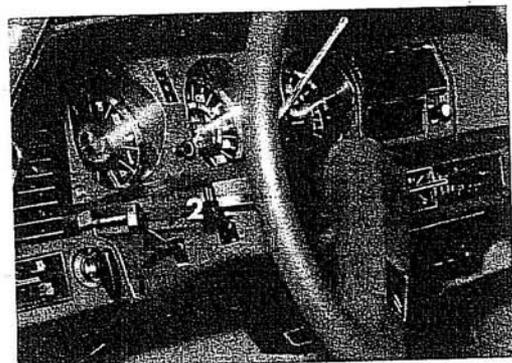

Fig. 19 - 1 - Essuie-glace
**Commande d'essuie-glace et de lave-glace (Fig. 19)**